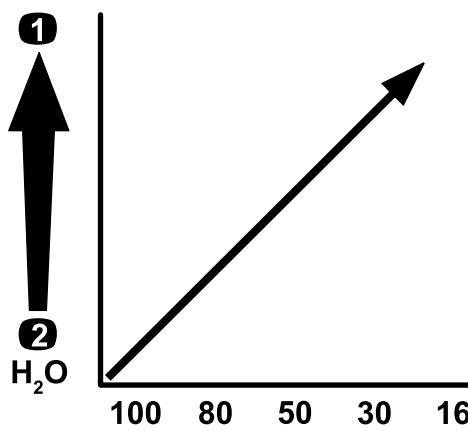

Figure 66
**Important:** Si vous pulvérisez des produits chimiques de viscosité plus élevée (plus épais) ou des solutions avec poudres mouillables, vous devrez peut-être utiliser un maillage plus grossier pour le filtre de pression optionnel ; voir Figure 66.